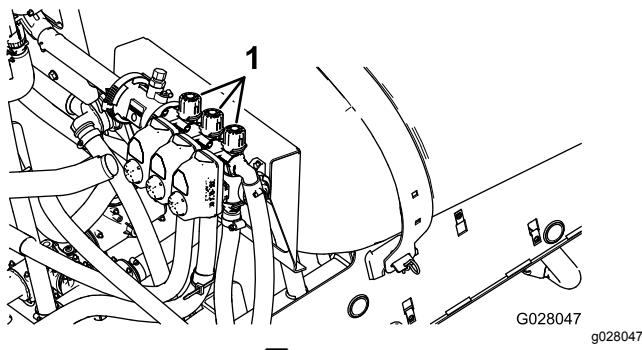

図 29
11. 左ブームをOFF にし、ブームバイパスノブ 図 29 を使って、先ほどと同じ水圧一般的には 2.75Bar = 2.8kg/cm² = 40psi に調整する。
13. 右ブームバイパスノブ 図 29 を使って、先ほどと同じ水圧一般的には 2.75Bar = 2.8kg/cm² = 40psiに調整する。
15. 中央ブームバイパスノブ 図 29 を使って、先ほどと同じ水圧一般的には 2.75Bar = 2.8kg/cm² = 40psiに調整する。